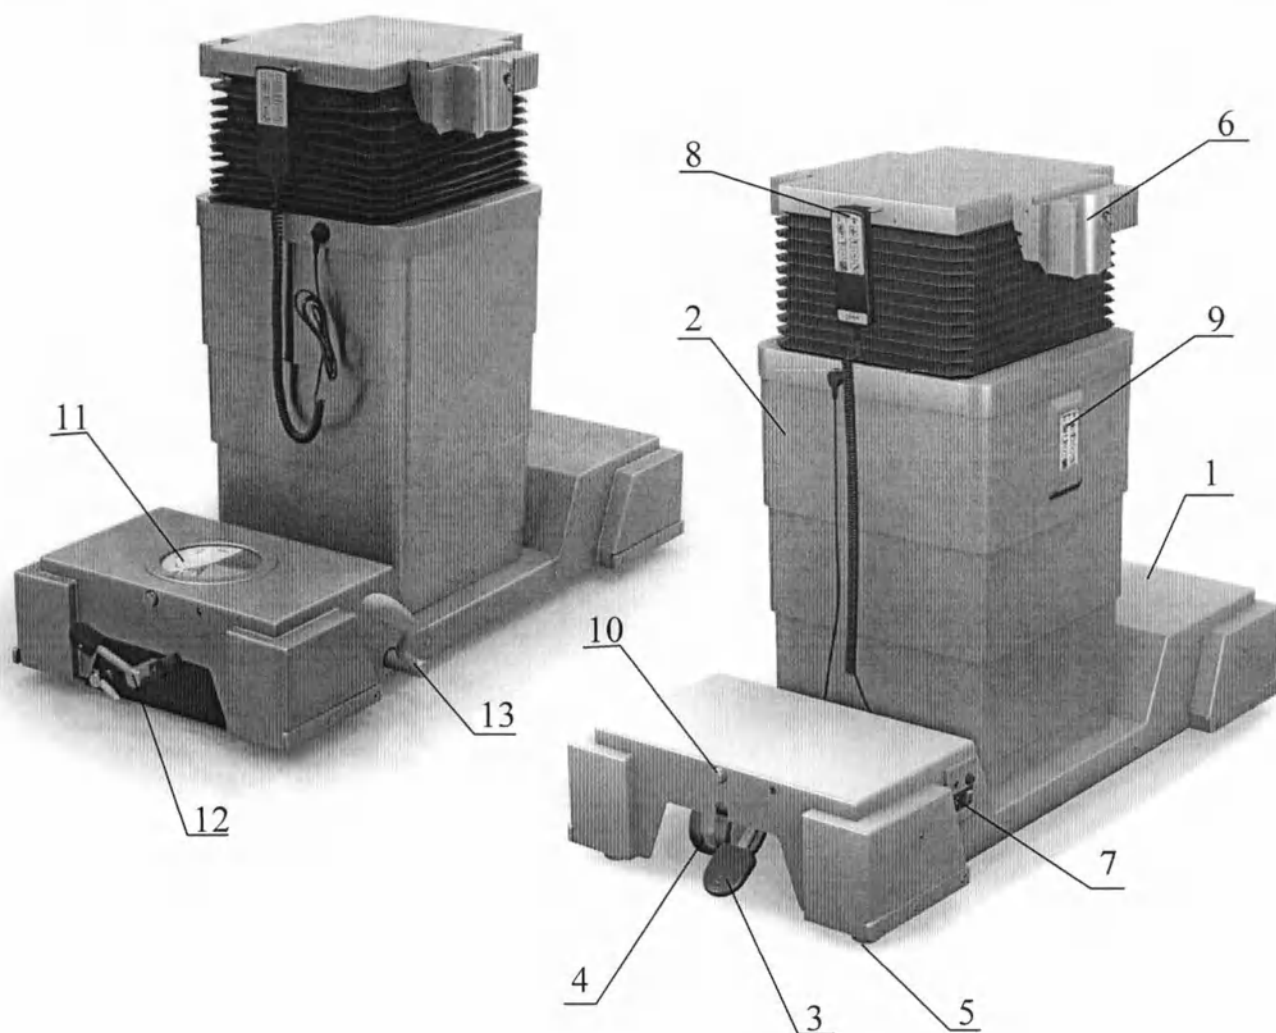

Рисунок 3 - Тумба
2.4 Тумба состоит из основания 1 (см. рисунок 3) и направляющей колонны 2.
5.8.2 В случае, если на пульте управления горит индикатор красного цвета 11, необходимо нажать на педаль 12 (Рисунок 3) в любую сторону и переключить указатель 11 ножного механогидравлического привода в положение блокировки «» (красный сектор). При этом индикатор 11 погаснет. Пульт готов к работе. Нажмите и удерживайте необходимую кнопку пульта управления для приведения в движение панели стола
6.1 Установите тумбу стола на неподвижные опоры, нажав на педаль 3 (Рисунок 3)